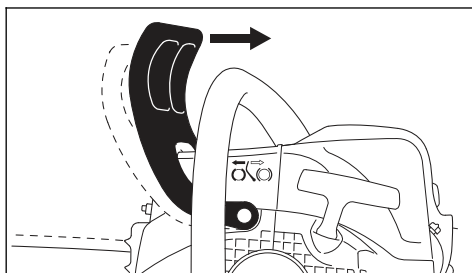

Рис. 51
- Защиту руки переместить к трубчатой рукоятке (рис. 51). Тормоз цепи разблокирован – бензопила готова к работе.